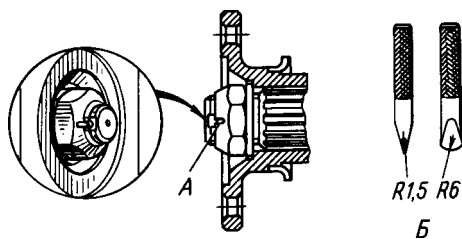

Рис. 7.12. Стопорение гайки изгибом ее кромки в паз вала и профиль инструмента:
6. Затяните гайки 21 и 26 крутящим моментом 140 - $200 \text{ Н} \cdot \text{м}$ ($14 - 20 \text{ кгс} \cdot \text{м}$) и застопорите их изгибом кромки в паз вала с помощью кернера, как показано на рис. 7.12.
3. Наденьте на шлицы вала привода заднего моста фланец, шайбу, затяните гайку крутящим моментом 140-200 Н·м (14-20 кгс·м) и застопорите ее изгибом кромки в паз вала с помощью кернера (см. рис. 7.12).
6. Наденьте на шлицы вала привода переднего моста фланец, шайбу, затяните гайку крутящим моментом 140-200 Н·м (14-20 кгс·м) и застопорите ее, изогнув кромку гайки в паз вала (см. рис. 7.12).